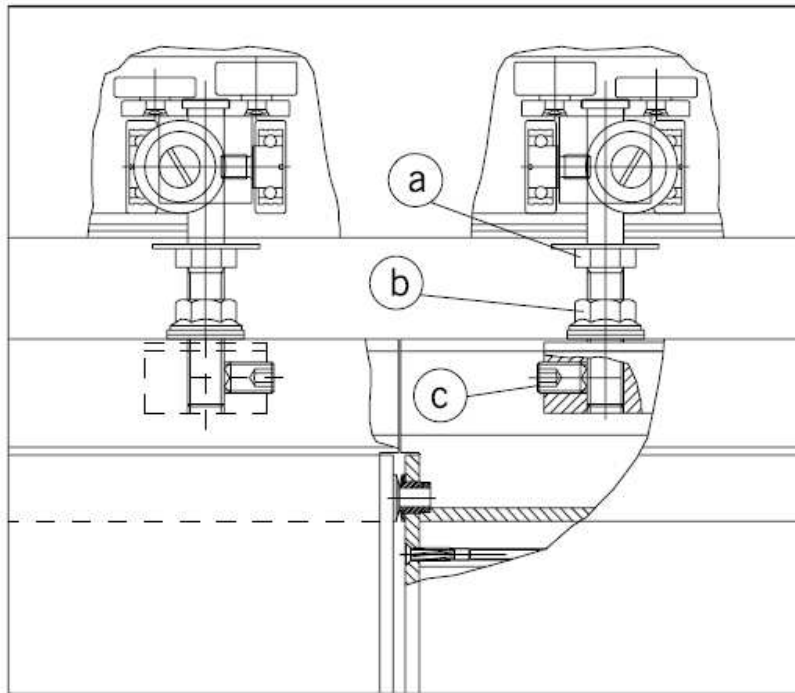

Fig. 11
Затем разместите панель на 8-миллиметровом разделительном блоке на полу ниже уровня трека и вставьте блоки подвески (f) в профильный адаптер (с). Установочный винт должен быть направлен наружу (Рис. 11 - с)).
11. (Рис. 11)